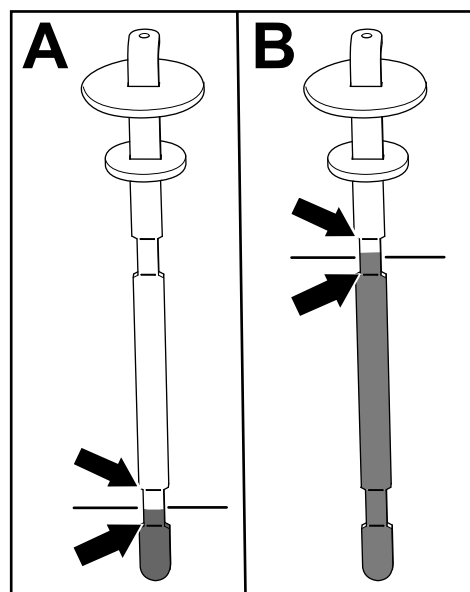

Figura 84
5. Îndepărtați joja și verificați nivelul uleiului (Figura 84).
- **Dacă maina este echipată cu o unitate de tăiere:** nivelul uleiului hidraulic este corespunzător atunci când uleiul apare între cele 2 marcaje de la partea inferioară a jojei (A din Figura 84). De asemenea, este acceptabil ca nivelul uleiului să fie peste marcajele de la partea inferioară.
- **Dacă maina este echipată cu un set furtun pentru dispozitivul de ataare acionat hidraulic:** nivelul uleiului hidraulic este corespunzător atunci când uleiul apare între cele 2 marcaje de la partea superioară a jojei (B din Figura 84).